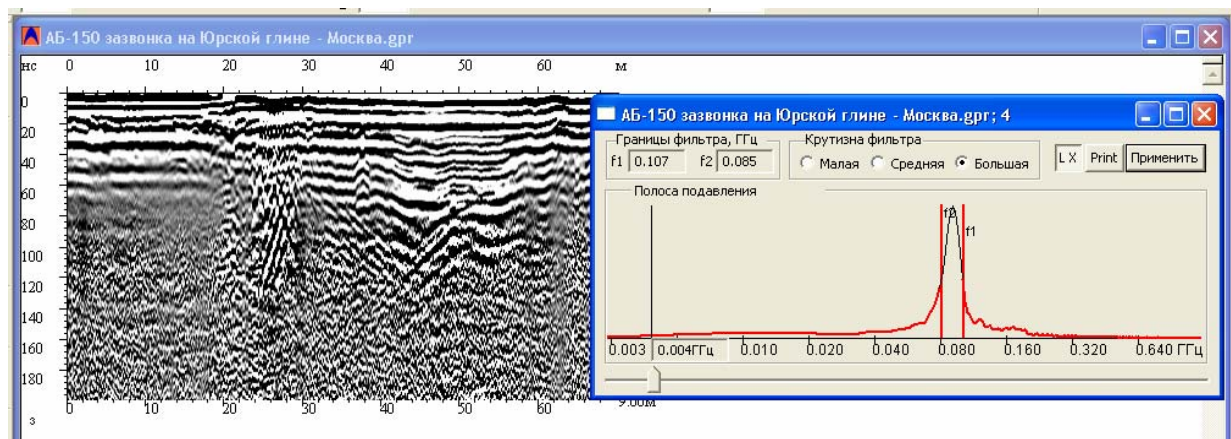

Рисунок 4.5.8 Спектр фрагмента и профиль после выполнения режекторной фильтрации.
5. Нажать кнопку «Применить». В результате применения режекторного фильтра, помеха переотражения значительно ослабится, и визуализируются полезные сигналы, ранее замаскированные помехой (Рисунок 4.5.8).